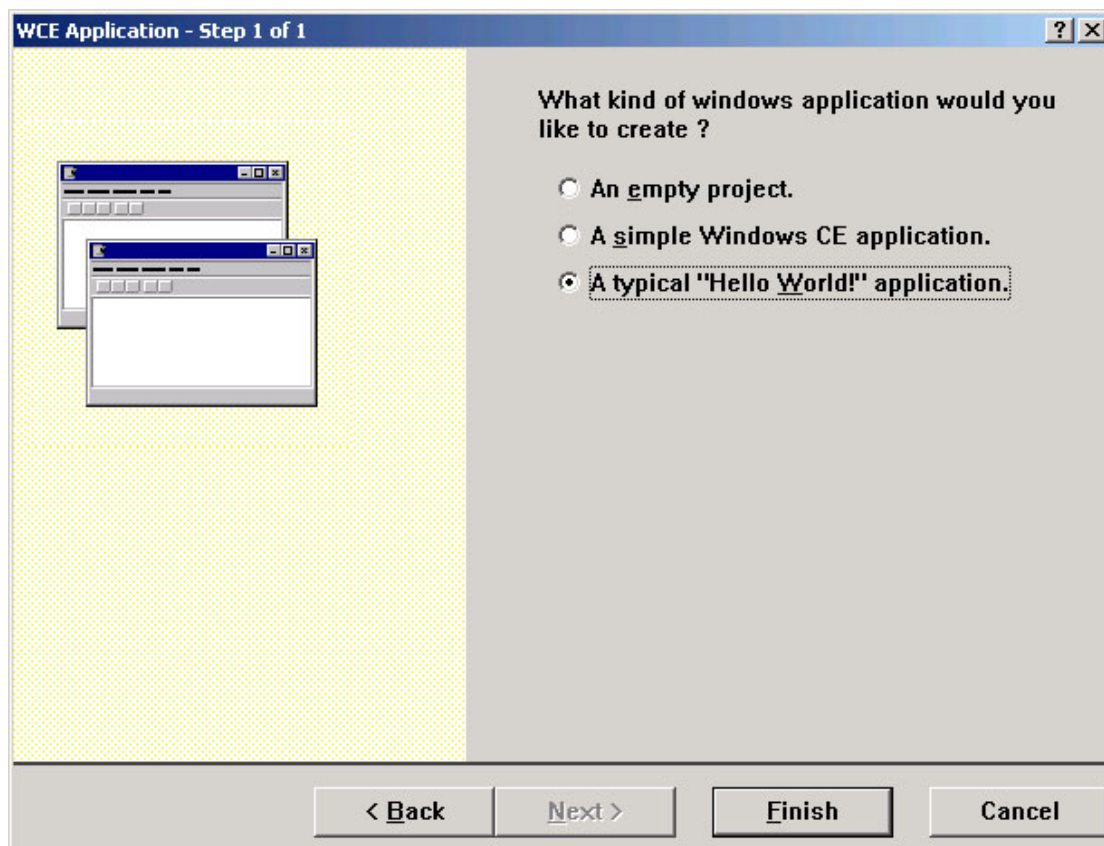

图 4-4 选择工程类型
4、接下来的对话框中选择 **A simple Windows CE application.**，如图 4-4 所示。然后选择 **Finish**，并选择 **OK** 确认弹出的工程信息对话框，工程 hello 即建立完毕。